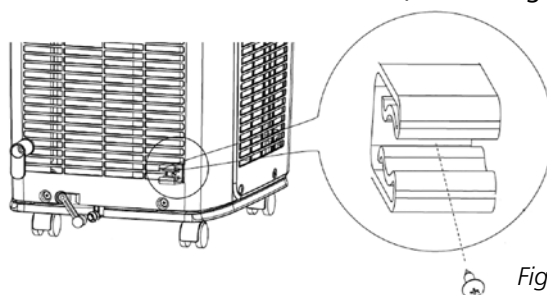

Figura 21
- 3** Monte el soporte de la tubería G (véase la figura 1) en la parte posterior de la unidad de aire acondicionado (véase la figura 21).